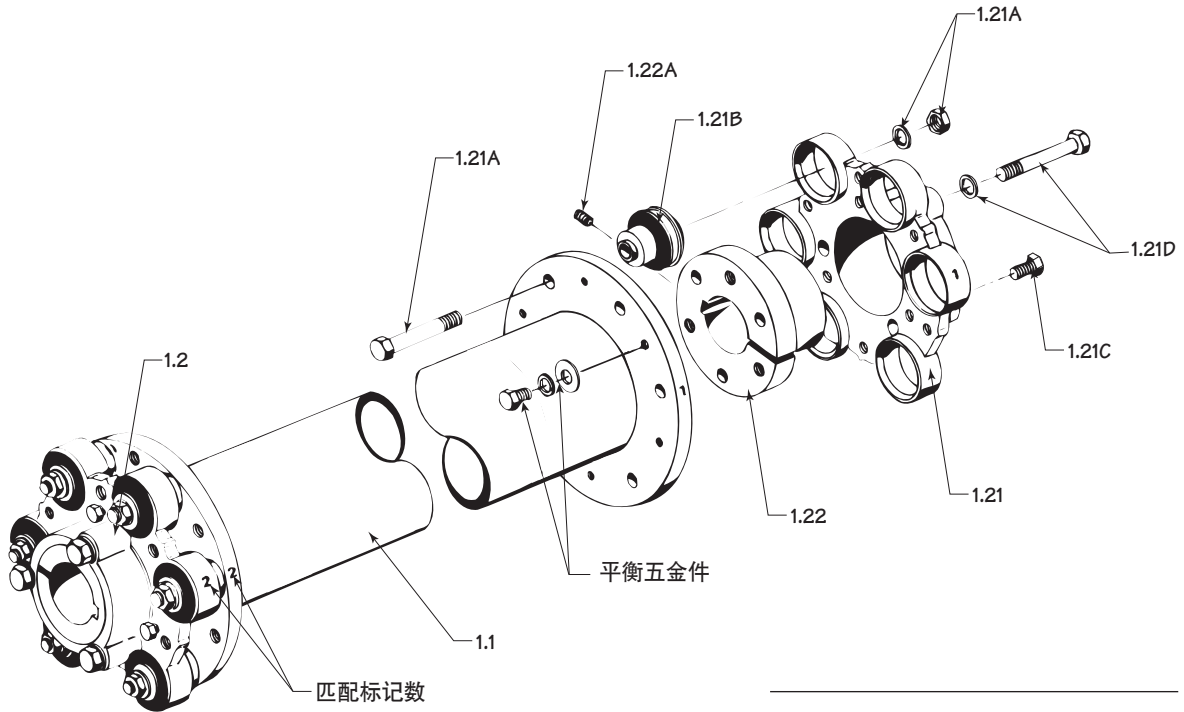

图 1
Marley 301 和 400 系列传动轴由带有马达和 Geareducer[®] 轴联轴器的管道组合件构成。传动轴是动态平衡的。管道和偏转线圈法兰匹配标记为已平衡。请参见图 1。安装时，不要更改匹配标记组件的位置或关系。更换轴联轴器、偏转线圈或管道组合件后，可能需要重新平衡的驱动轴。请参阅第 8 页。
- 如图 1 所示，将 6 个机制螺栓通过管道组合件的法兰装入减速机偏转线圈。确保柔性轴衬正确安装在管道组合件法兰中。逐步旋紧所有 6 个螺栓到 68 N·m 扭矩。